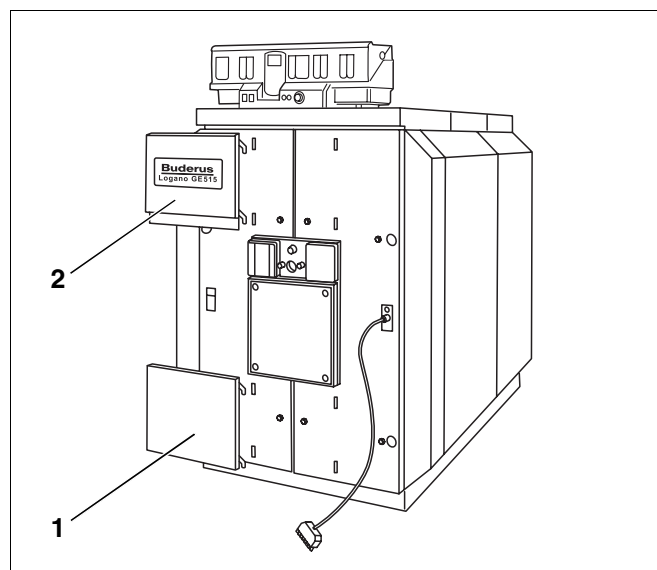

Abb. 58 Brenner­türblenden einhängen
- Brenner­türblenden in die Brenner­türverkleidung einhängen (Abb. 58, **Pos. 1 und 2**).